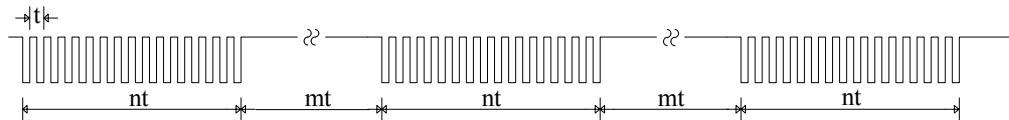

图 4.1
**连续采集模式：**表示所有通道在采样过程中均按相等时间间隔转换，即所有被采样的点在时间轴上其间隔完全相等。即在图 4.1 中的过程，若没有 *mt* 的组间间隔时间 **GroupInterval**，即属于连续采样的模式。
秒。如图 4.1 即是分组采样的整过情况。